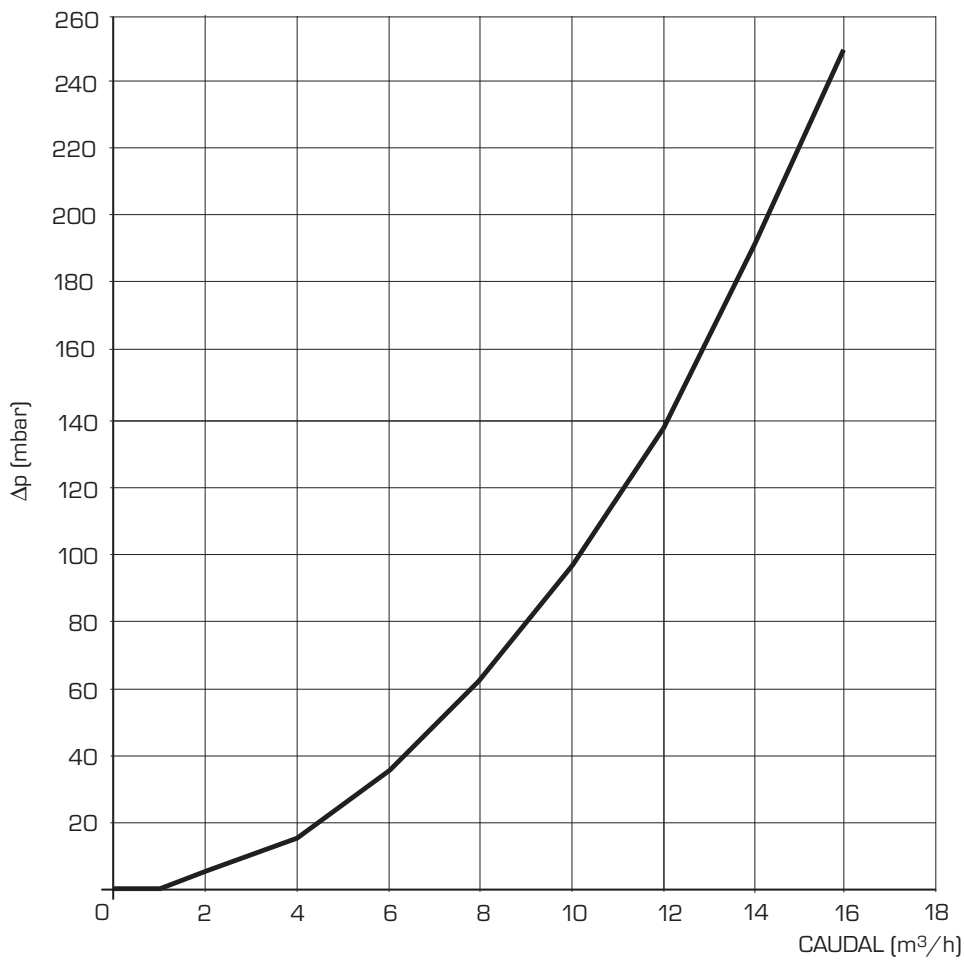

Fig. 10
2.10.1 Pérdidas de carga del separador hidráulico (fig. 10)
Las pérdidas de carga del separador hidráulico se indican en el diagrama de la fig. 10.